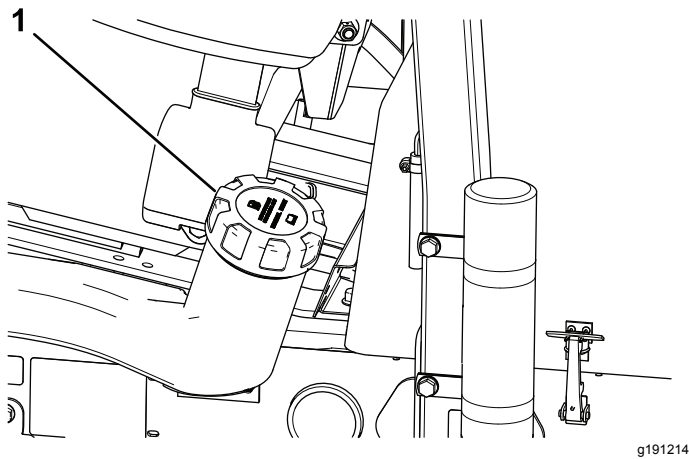

Figure 38
1. Nettoyez la surface autour du bouchon du réservoir de carburant (Figure 38).